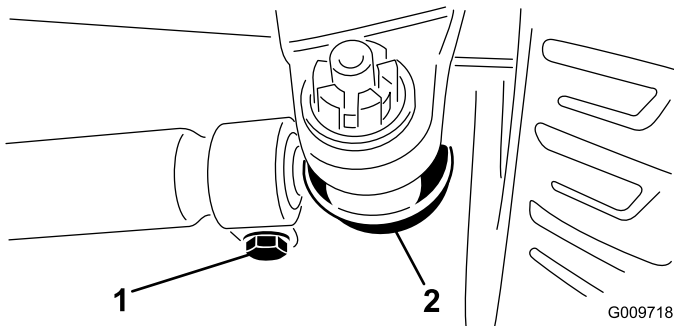

Figura 73
2. Para ajustar, retire la chaveta y la tuerca de cualquiera de las articulaciones esféricas de la biela (Figura 73). Retire la articulación esférica de la biela del soporte del eje.
3. Afloje las abrazaderas en ambos extremos de las bielas (Figura 73).
4. Gire la articulación esférica retirada hacia dentro o hacia fuera una (1) revolución completa. Apriete la abrazadera en el extremo suelto de la biela.
5. Gire el conjunto completo de la biela en el mismo sentido (hacia dentro o hacia fuera) una (1) revolución completa. Apriete la abrazadera en el extremo conectado de la biela.